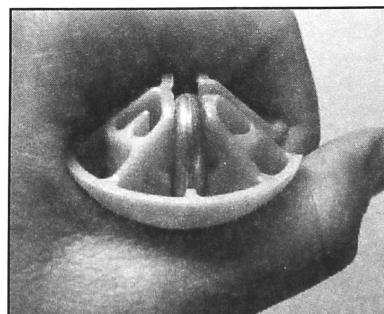

FIGURA 5
6. Sostenga la barra de suspensión con una mano y con la otra, jale la esfera de suspensión hacia arriba. Se sentirá un 'chasquido' cuando la barra esté totalmente asentada en la esfera. Vea la *Figura 5*.